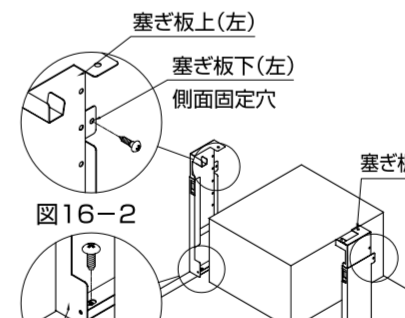

図16-1
④上下を組み合わせた状態で塞ぎ板下(左右)の前面を壁面から355mmの位置で下側を取付けねじ(M4×10)各1本で本体に固定します。(図16-1)